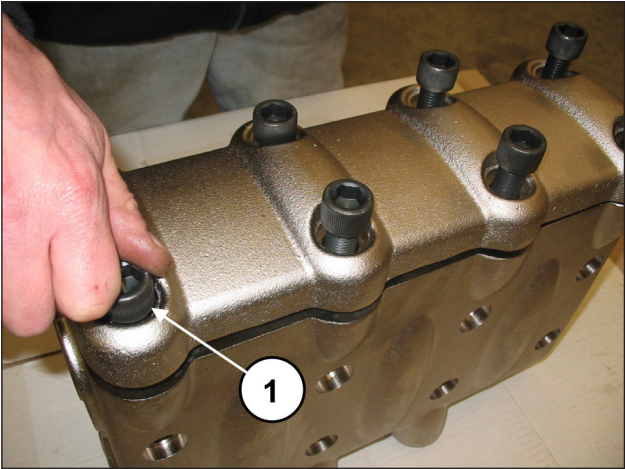
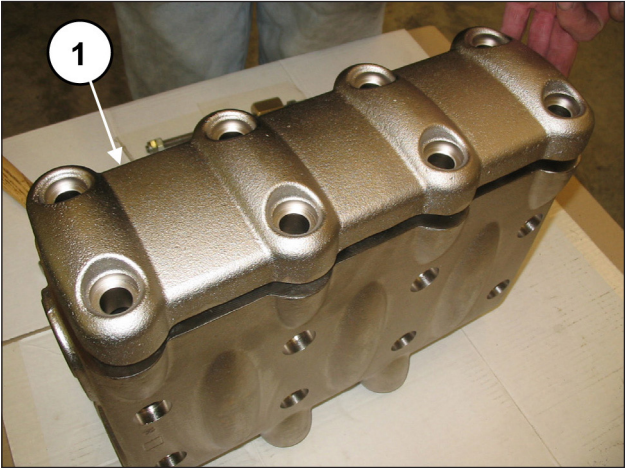

图 99
图 100
拧松阀盖的8个M16x55螺栓（①，图 99）并拆除阀盖（①，图 100）。